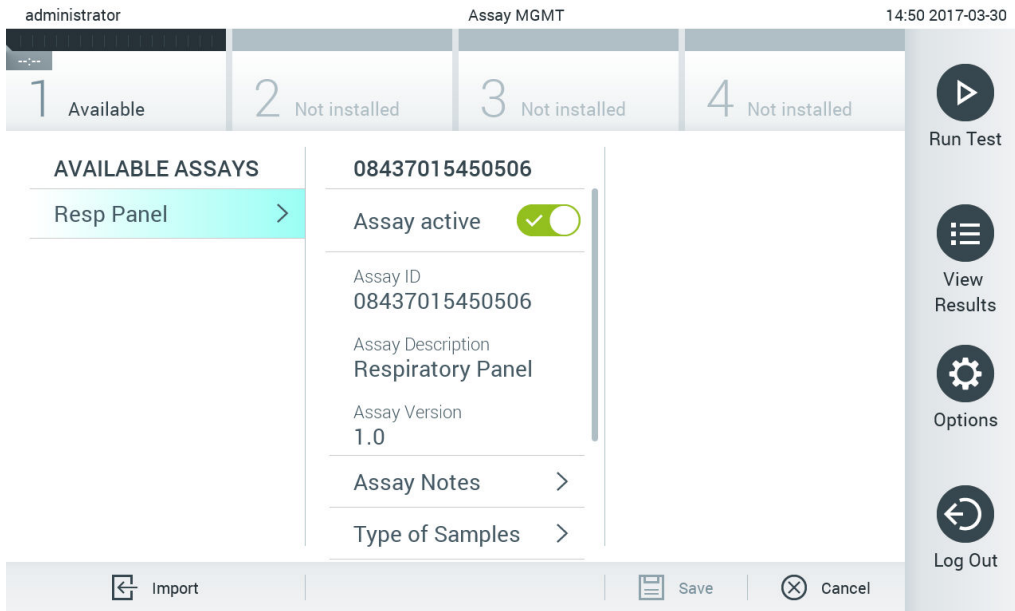

图 58. 管理可用的检测。
1. 按下 **Options**（选项）按钮，然后按下 **Assay Management**（检测管理）按钮访问 **Assay Management**（检测管理）屏幕。内容区域的第一列会列出可用的检测（图 58）。